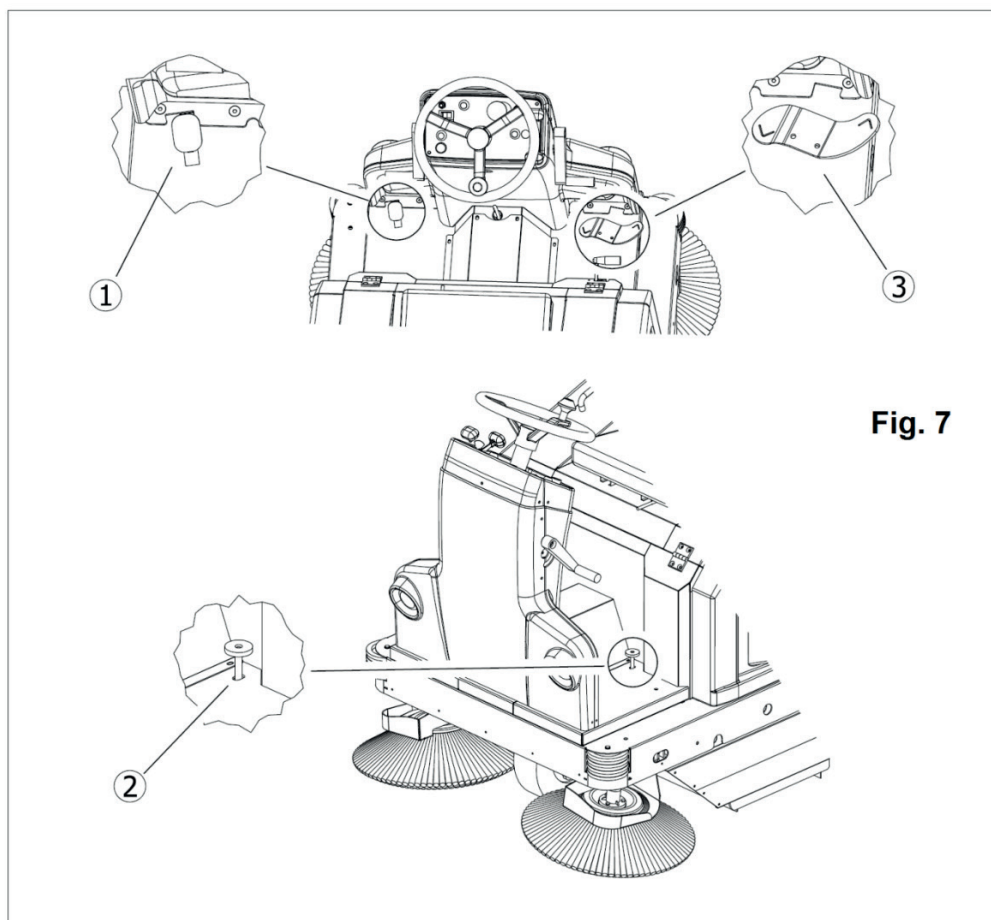

Fig. 7
L'alzaflap, **Part. 2 Fig. 7**, permette, premendo il pedale, di alzare la guarnizione anteriore **Part. 3 Fig. 5**, rendendo possibile la raccolta di oggetti voluminosi. Indicato quindi per foglie, pacchetti di sigarette, ecc...
Premendo questo pedale **Part. 1 Fig. 7** la macchina rallenta e si ferma (fino al suo rilascio).
**Part. 3 Fig. 7.** Questo pedale ha la funzione di far avanzare o retrocedere la macchina una volta avviata. Premere con gradualità e mai con movimenti bruschi per avere partenze dolci e velocità gradualmente. In posizione di retromarcia la velocità è molto ridotta per motivi di sicurezza. In posizione di folle la macchina può essere spinta sia in avanti che in indietro.
- Premere con il piede destro la leva avanzamento **Part.3 Fig.7** nel senso di marcia avanti (vedi freccia sul pedale). Premere con gradualità e mai con movimenti bruschi per avere partenze dolci e velocità graduali.
- Premere con il piede destro la leva avanzamento **Part.3 Fig.7** nel senso di marcia indietro (vedi freccia sul pedale). Premere con gradualità e mai con movimenti bruschi per avere partenze dolci e velocità graduali. La velocità di retromarcia è molto ridotta per più sicurezza.